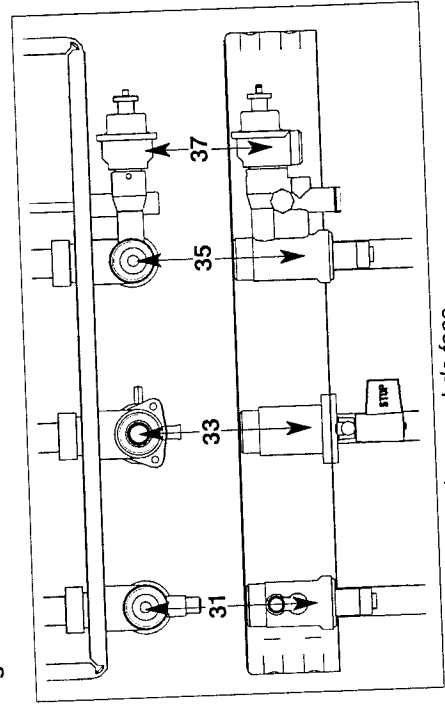

Fig. 22 - vues de dessus et de face
Barrette robinetterie (fig. 22)
3. Ouvrez l'arrivée du gaz en tournant le robinet gaz "33" (fig. 22, page 19), sur la position « 🔦 ».
- Coupez l'arrivée du gaz en tournant le robinet "33" (fig. 22, page 19), sur la position « STOP ».